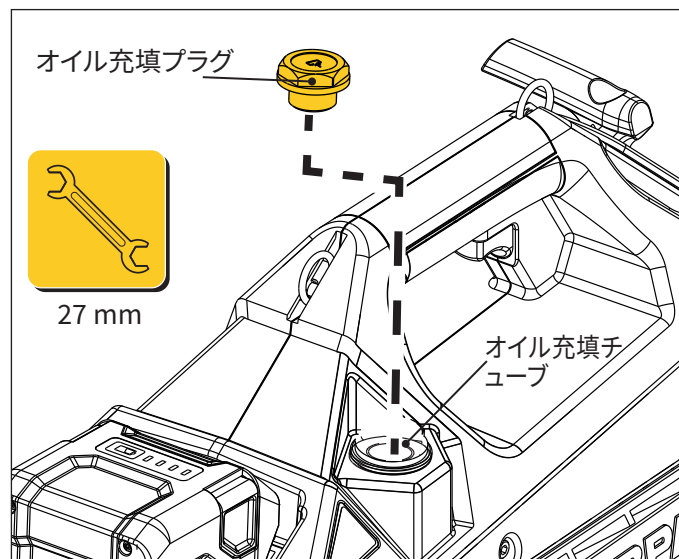

図13: オイル充填位置
5. 充填口からオイル充填プラグを取り外します。27 mmレンチを使用します。図13を参照してください。
4. 充填口からオイル充填プラグを取り外します。27 mmレンチを使用します。図13を参照してください。